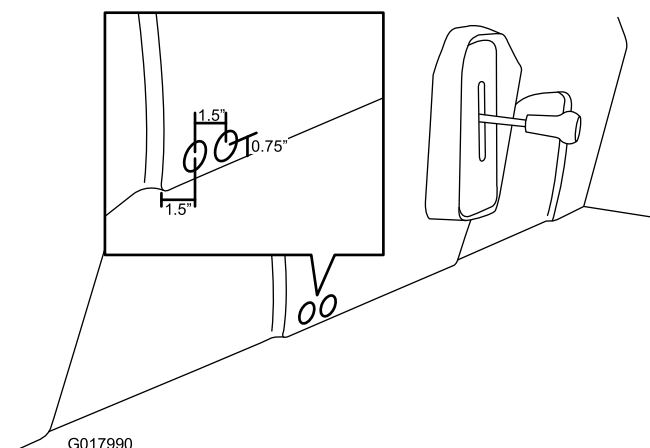

Figure 19
- Repérez et percez 2 trous dans la base du siège avec une scie à trous de 2,5 cm (Figure 19). Veillez à traverser les deux couches de plastique.